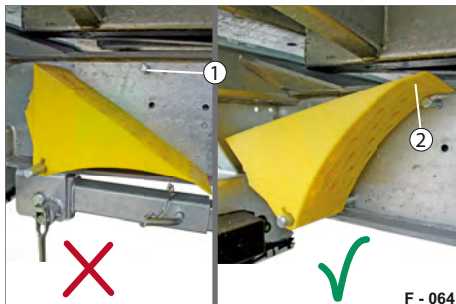

Abb. 89 Unterlegkeil einstecken
- ▶ Legen Sie die Spitze (Abb. 89/2) des Unterlegkeils auf die Auflageschraube (Abb. 89/1).